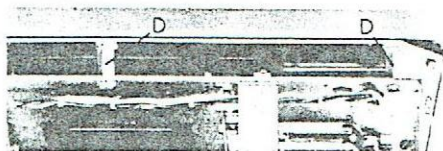

Fig. 9
- Desserrer les 6 vis „D” (fig. 9).